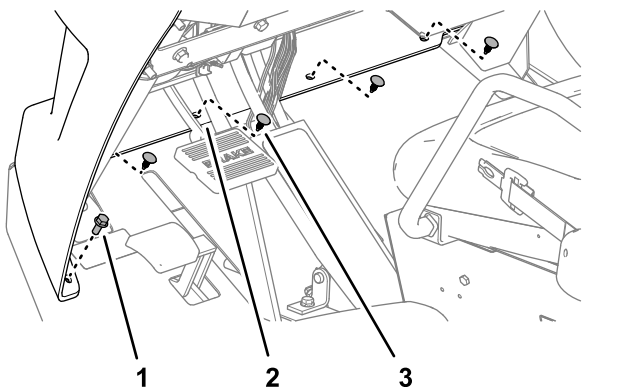

Figura 145
4. Monte la pestaña inferior del capó en la máquina con 4 grapas (Figura 145).
5. Sujete la pestaña a la máquina (Figura 145) con 2 pernos con arandela prensada (5/16" x 3/4").